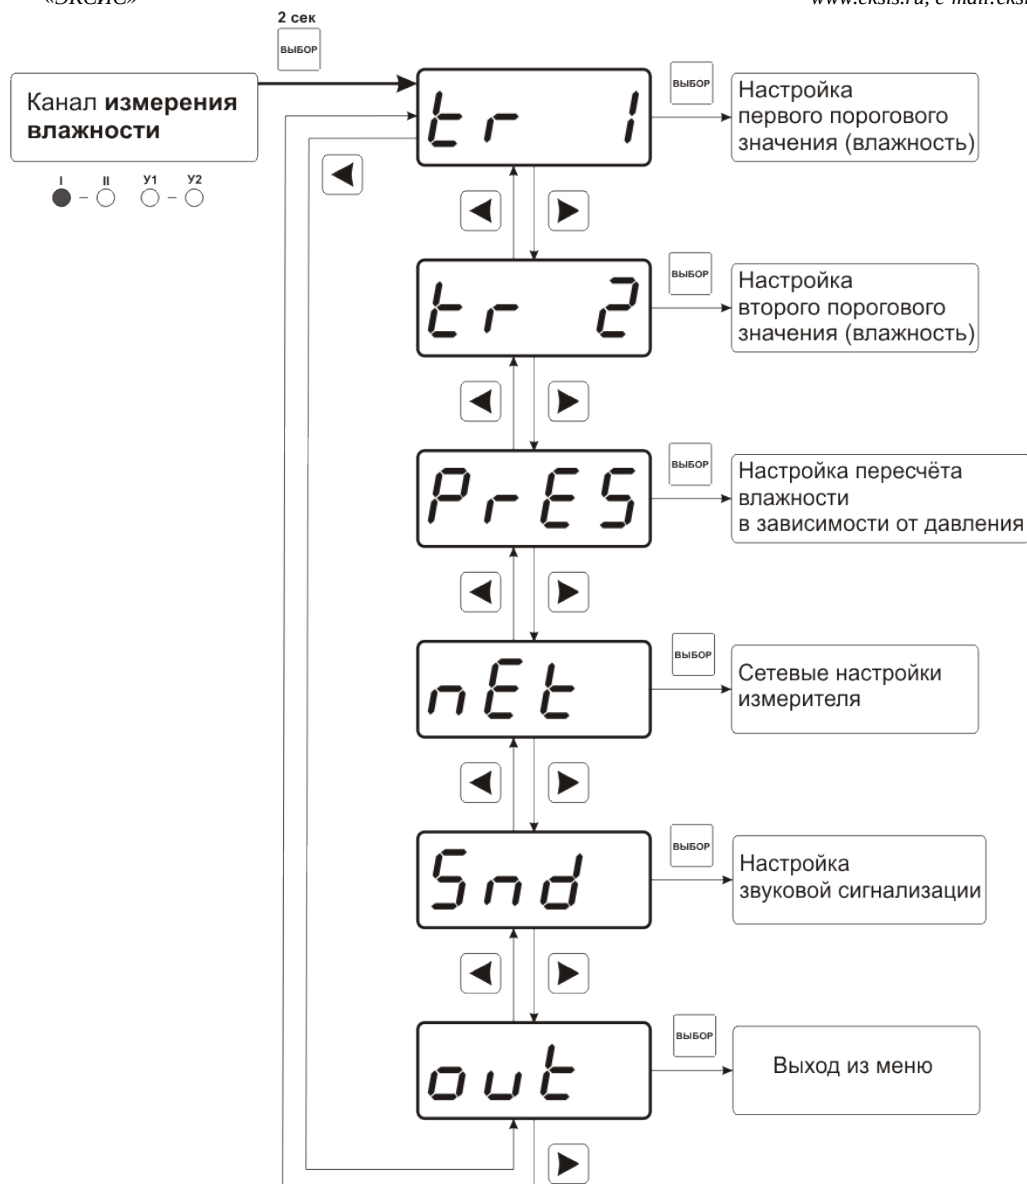
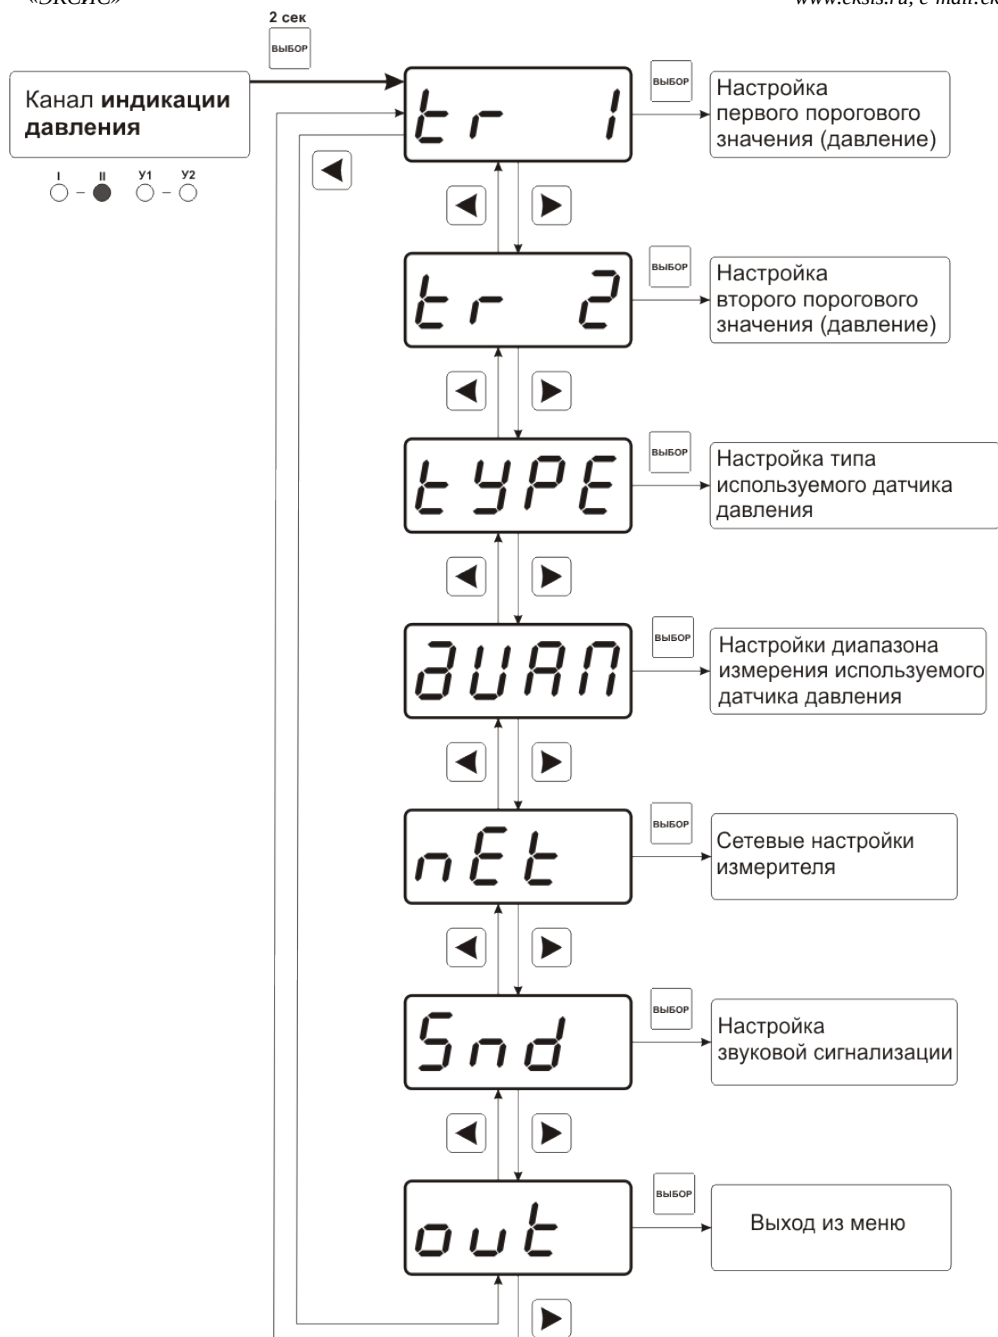
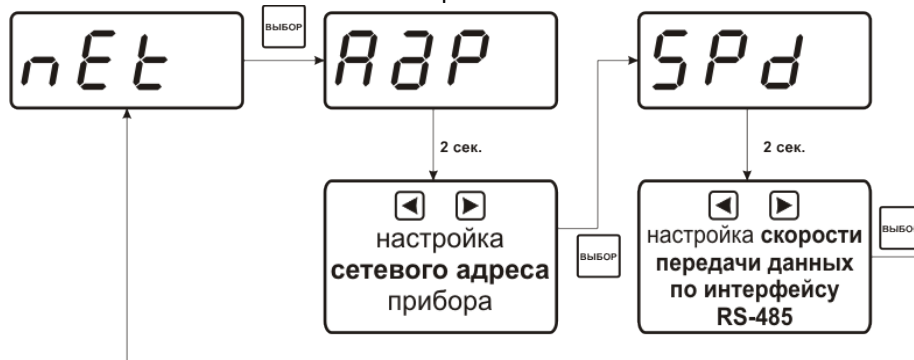

Рисунок 6.18 Настройка канала измерения влажности
Рисунок 6.19 Настройка канала индикации давления
Рисунок 6.36 Меню установки параметров прибора для работы в сети
6.3.2 Настройка канала измерения влажности включает в себя задание верхнего и нижнего порогов и введение коэффициентов для пересчета влажности с учетом давления. Настройка канала измерения по температуре включает только настройку порогов. Схема настроек канала измерения см. Рисунок 6.18.
6.3.3 Настройка канала индикации давления включает в себя задание верхнего и нижнего порогов. Настройку типа используемого датчика давления и его диапазона. Схема настроек канала индикации давления см. Рисунок 6.19.
Вход в режим настройки требуемых параметров осуществляется в соответствии с Рисунок 6.18. и Рисунок 6.19. Схема меню установки параметров прибора для работы в сети приведена на рисунке (Рисунок 6.36). Настройка требуемого параметра осуществляется в соответствии с таблицей 6.4.